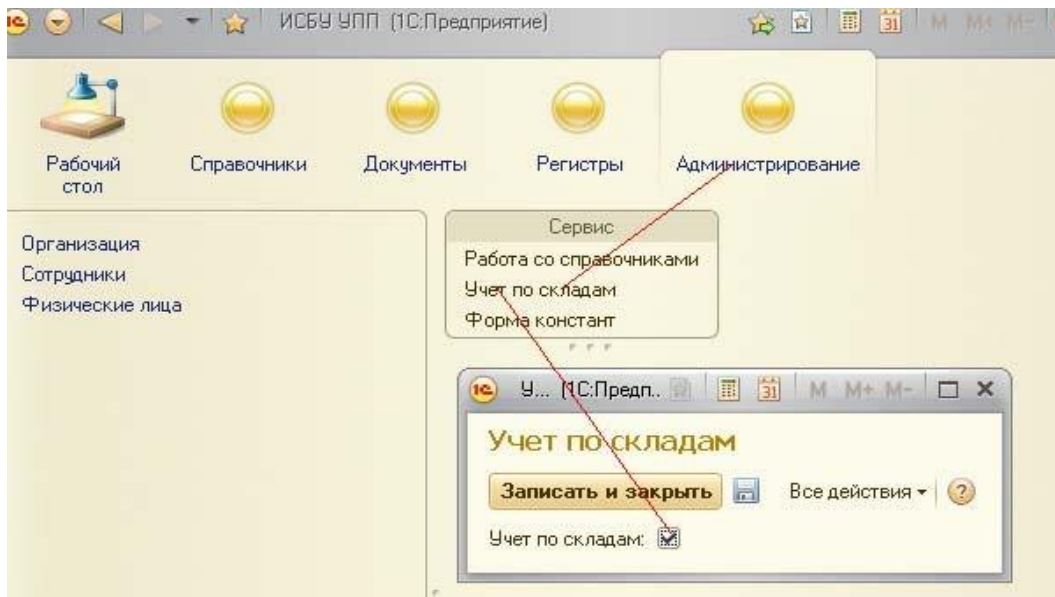

**Рисунок 21.4** - Состав функциональной опции «УчетПоСкладам» нашей конфигурации
5. В нашей конфигурации необходимо установить принадлежность справочника Склады, документа «ПоступлениеМатериалов» к данной опции, рисунок 21.4.